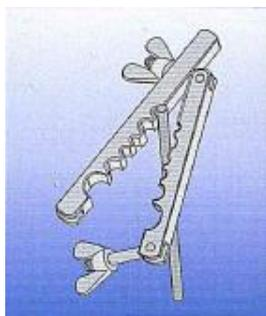

Рис. 2
2. Руководствуясь (**рис. 2**) установите трубку в зажимной блок. Убедитесь, что трубка плотно установлена и выступает из зажимного блока на 3-4 мм.